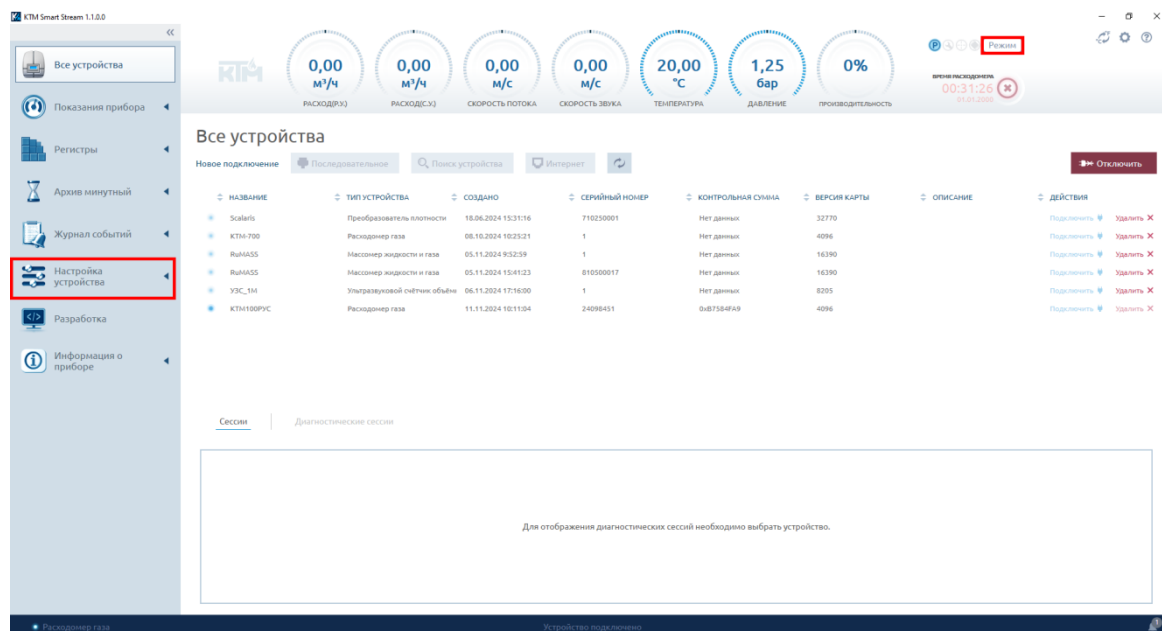
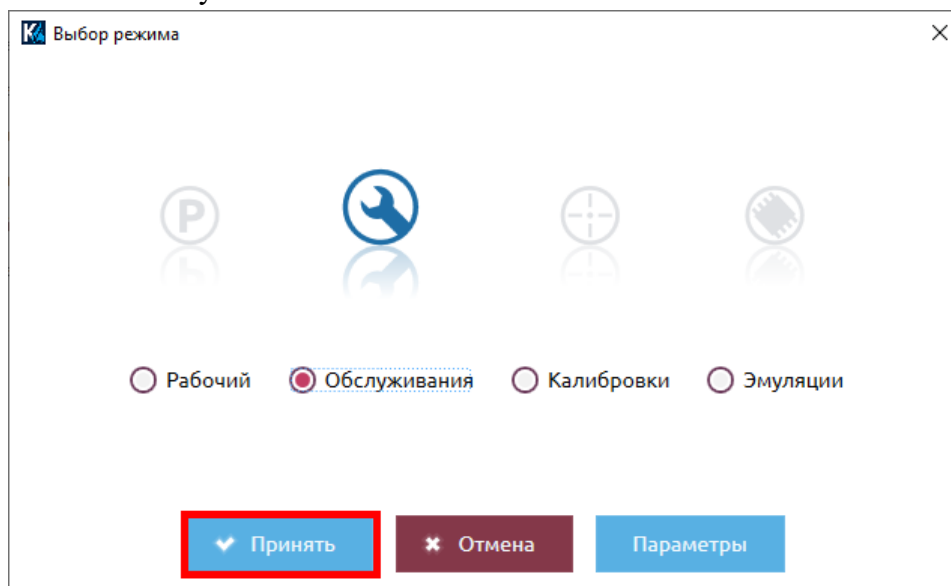

Рисунок 39 – Главное окно ПО SmartStream
Рисунок 40 – Окно выбора режима работы
- в главном окне программы (рисунок 39) измените режим работы прибора, выбрав «Обслуживание» (рисунок 40). Этот режим предоставляет доступ к настройкам устройства.
- нажмите на вкладку «Настройка устройства» (рисунок 39);